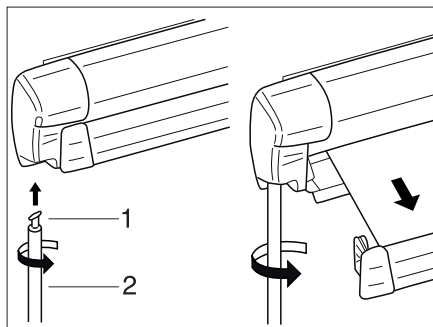

Fig. 35 Tenda
- Agganciare il gancio (Fig. 35,1) della manovella (Fig. 35,2) nell'occhietto dell'ingranaggio e ruotare di 90°.